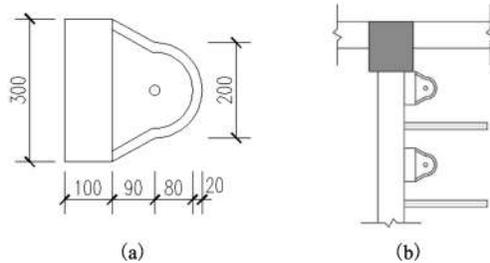

图 3-55 小便器
小便器的形状如图 3-55(a) 所示, 绘制步骤如下:
- 8) 复制另一小便器, 完成效果如图 3-55(b) 所示。